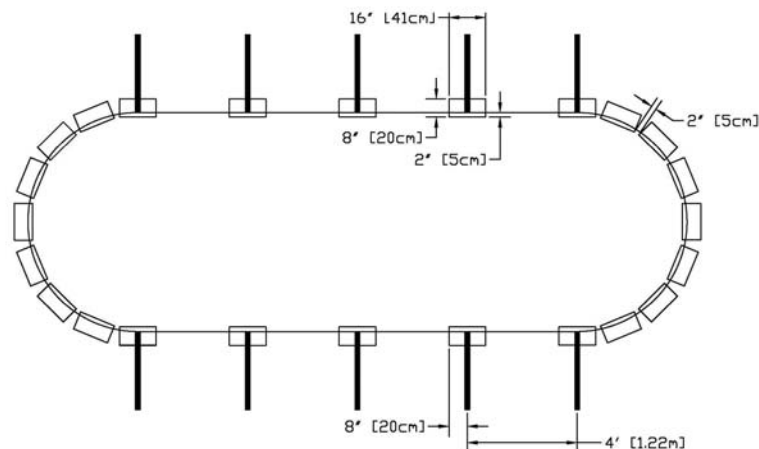

Figure 1.2
- * Installez les blocs de béton et mettez à niveau (figure 1.2)